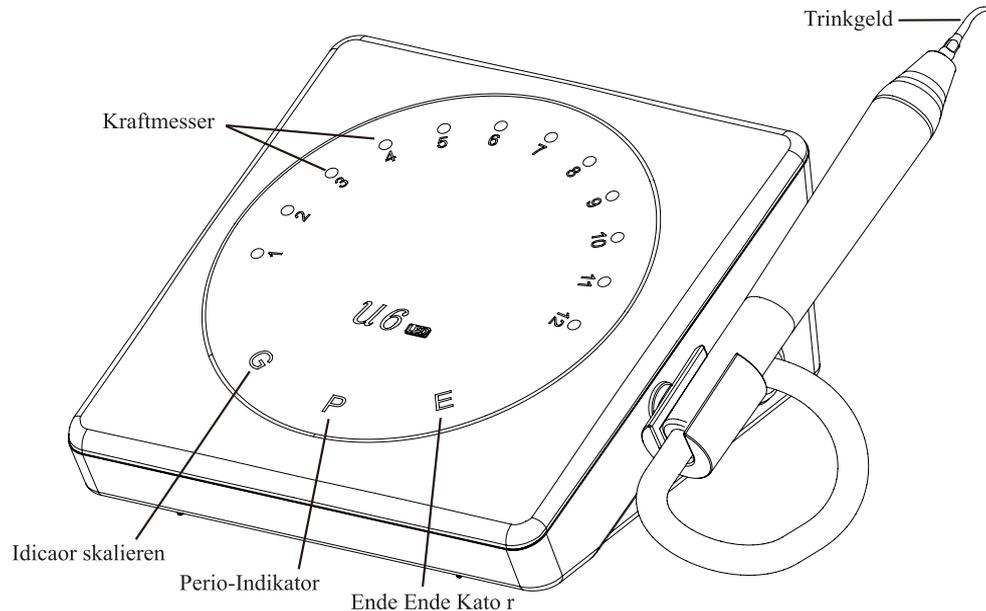

Bild 1
- 2.1.2 Drehen Sie den Wasserregler gemäß der in Abbildung 1 gezeigten Richtung auf das Maximum. Schrauben Sie ihn bei Beschädigung nicht fest. [Anmerkung 1]